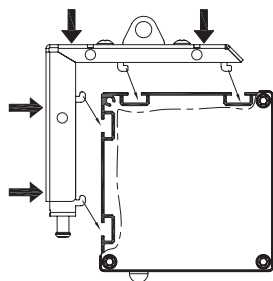

Rysunek 14
2. Przymocować wieszaki sufitowe do wsporników ściennych za pomocą dostarczonych śrub M5 x 10 mm i upewnić się, że śruby na wsporniku ściennym są mocno dokręcone (rys. 14 i 15).